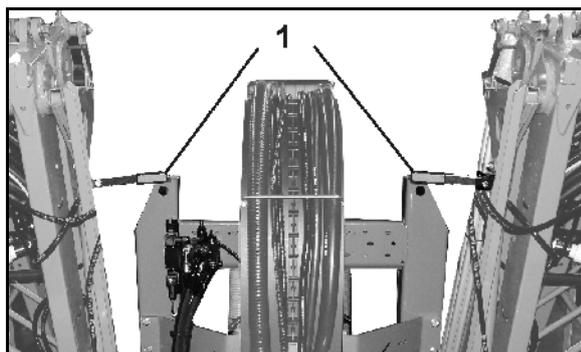

Рис. 11
- Рис. 11/...
- (1) Визуальный контроль фиксации штанги **Super-S**